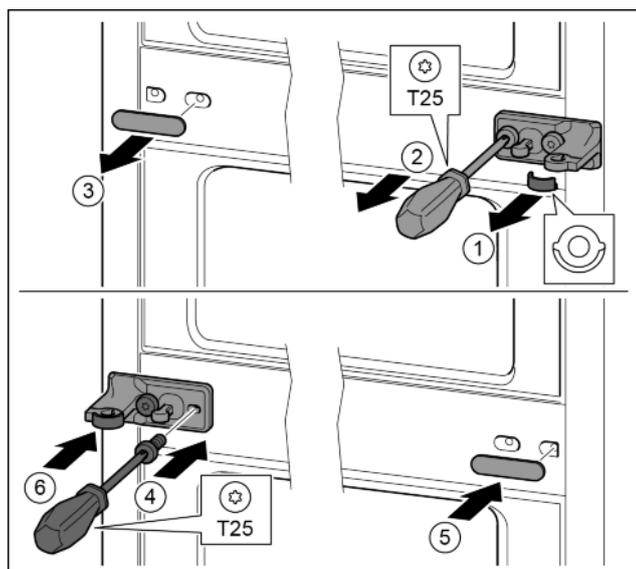

Fig. 32
- ▶ Skinite podložnu pločicu. Fig. 32 (1)
- ▶ Odvijačem T25 odvijte vijke. Fig. 32 (2)
- ▶ Oprezno skinite pokrov. Fig. 32 (3)
- ▶ Čvrsto zavijte podložak ležaja s folijom okrenuto za 180° na drugoj strani. Fig. 32 (4)
- ▶ Postavite pokrov okrenut za 180° na drugoj strani. Fig. 32 (5)
- ▶ Natakните podložnu pločicu s prednje strane. Fig. 32 (6)